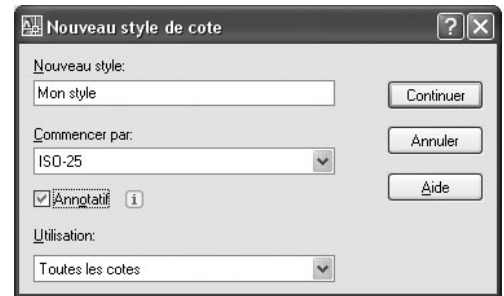

Fig.13.18
- 4 Sélectionnez **Annotatif** (Annotative) (fig.13.18).